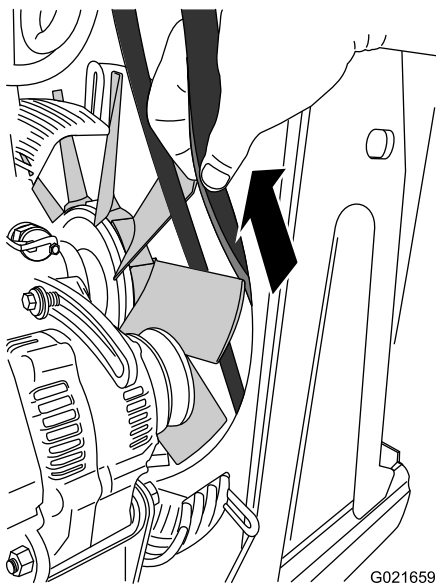

Рисунок 91
11. Выровняйте ремень в проеме между двумя лопастями вентилятора, затем осторожно потяните ремень назад и вверх, пока не появится возможность снять его с машины (Рисунок 91).
1. Выверните ремень в проеме между двумя лопастями вентилятора, затем осторожно нажмите на ремень вперед и вниз, пока он не будет находиться напротив вентилятора (Рисунок 91).